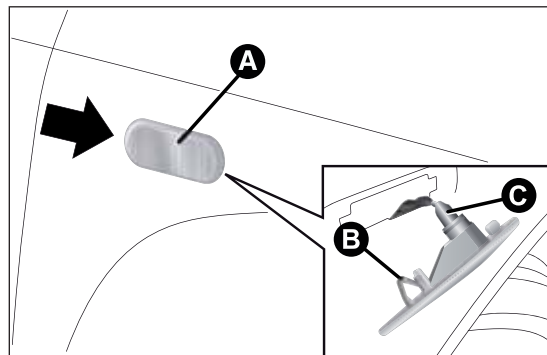

fig. 117
- ☐ intervenir en el transparente A fig. 117 de forma que se comprima el muelle interior B, a continuación extraer el grupo hacia el exterior;